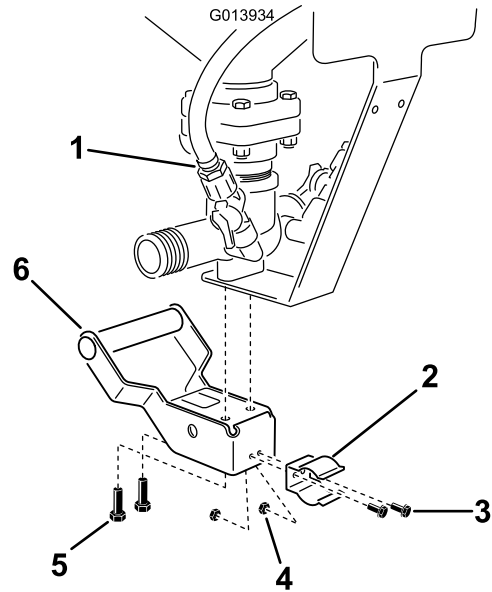

Figura 16
2. Localice y afloje los dos pernos. Conecte el conjunto del asa al eyector y sujételo con dos pernos (Figura 16).